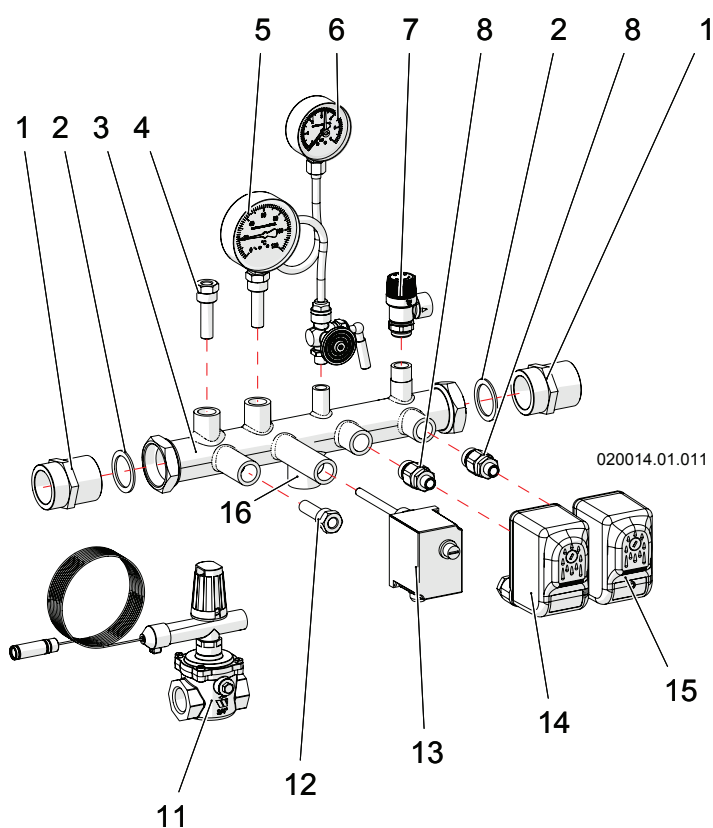
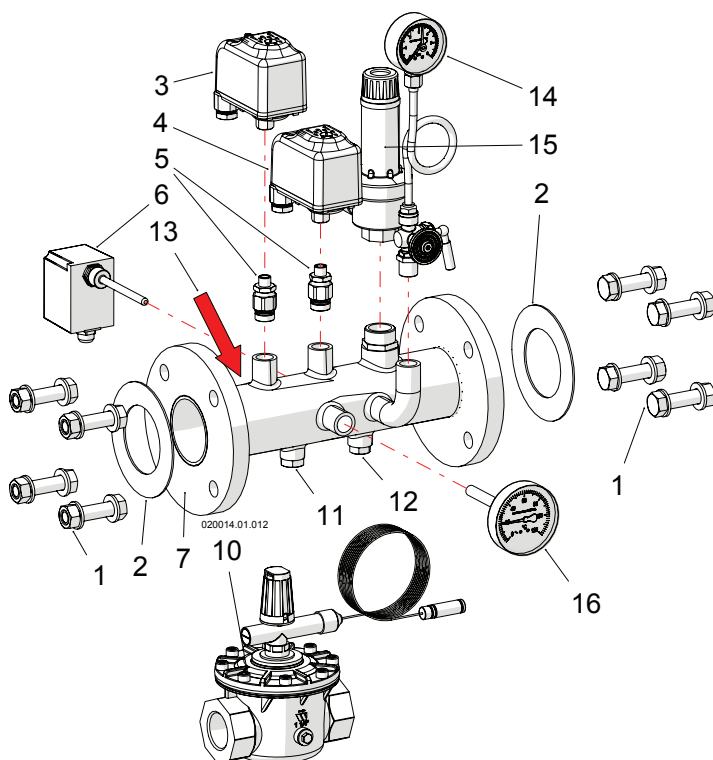

Figure 9-2 - KIT INAIL de 60T à 140T
Figure 9-3 - KIT INAIL de 180T à 280T
**ATTENTION !!!** Il est interdit d'utiliser des organes d'arrêt entre l'appareil et la soupape de sécurité (élément « 7 » de la figure 9-2 et « 15 » de la figure 9-3).
Sur la Figure 9-2, le kit pour les modèles 60T, 70T, 100T, 115T ET 140T.
LÉGENDE de la Figure 9-2
**ATTENTION !!!** Le capteur de la soupape « 11 » (figure 9-2) doit être positionné dans le regard porte-sonde « 4 » et arrêté à l'aide de la vis de blocage anti-extraction.
Sur la Figure 9-3, le kit pour les modèles 180T, 210T et 280T
Légende de la Figure 9-3
**ATTENTION !** Le capteur de la soupape « 10 » (figure 9-3) doit être positionné dans le regard porte-sonde « 11 » et arrêté à l'aide de la vis de blocage anti-extraction.